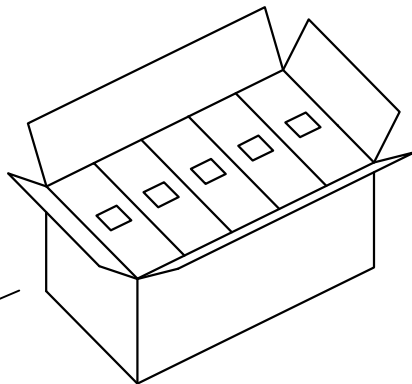

图4 外箱
- 3: 如图4, 每外箱装10内盒, 数量为10X(3X1000pcs)。